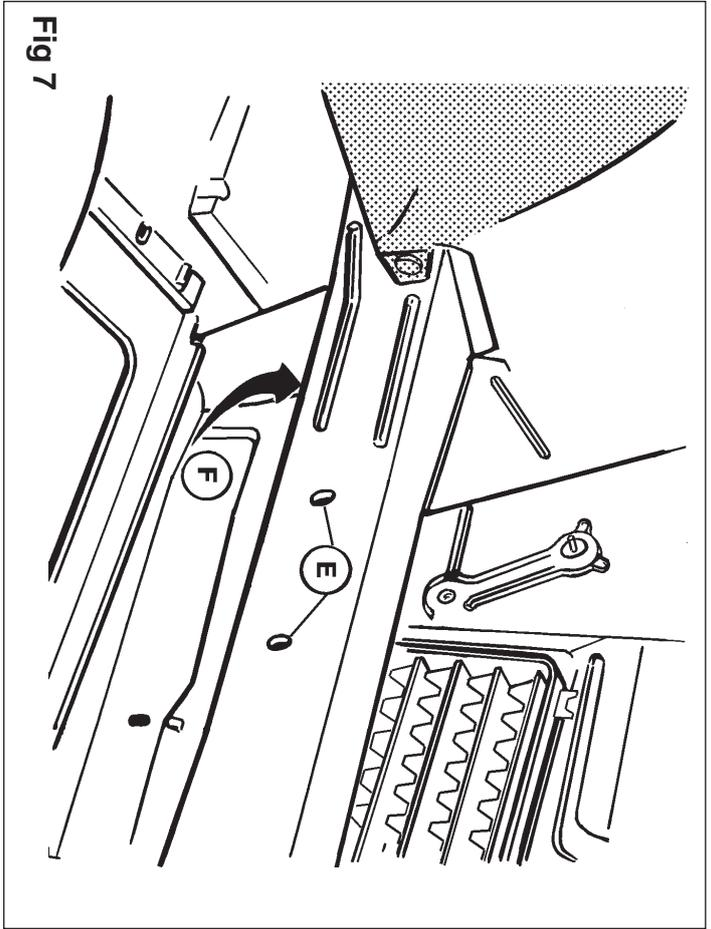
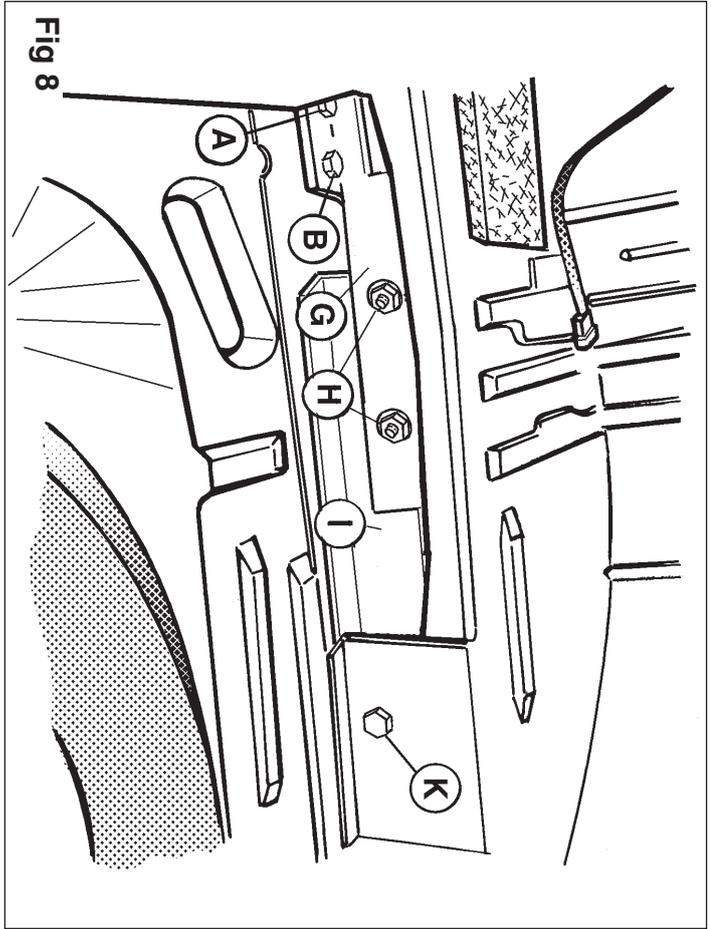
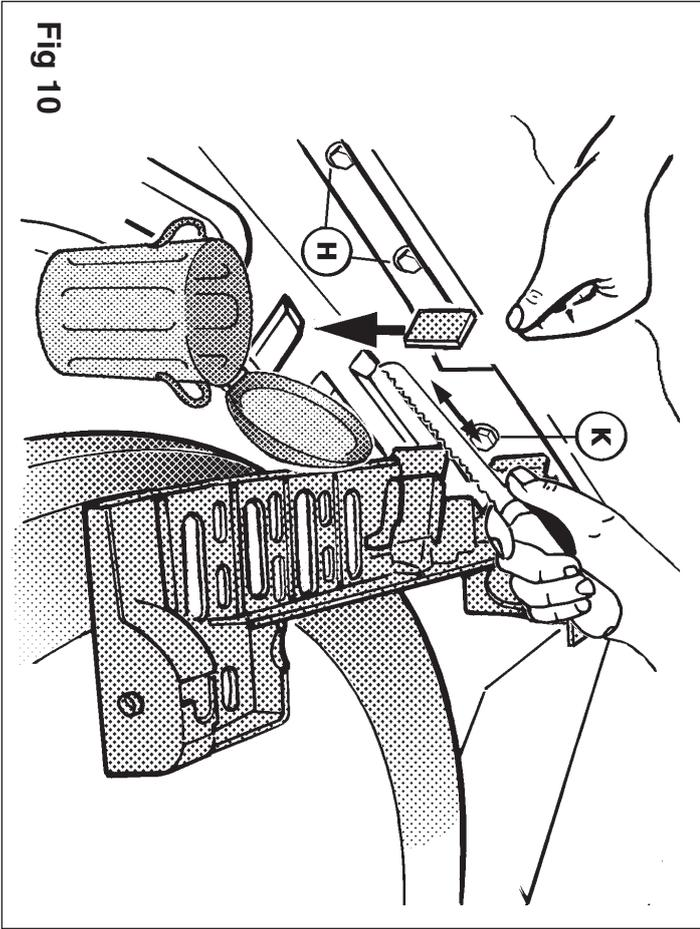
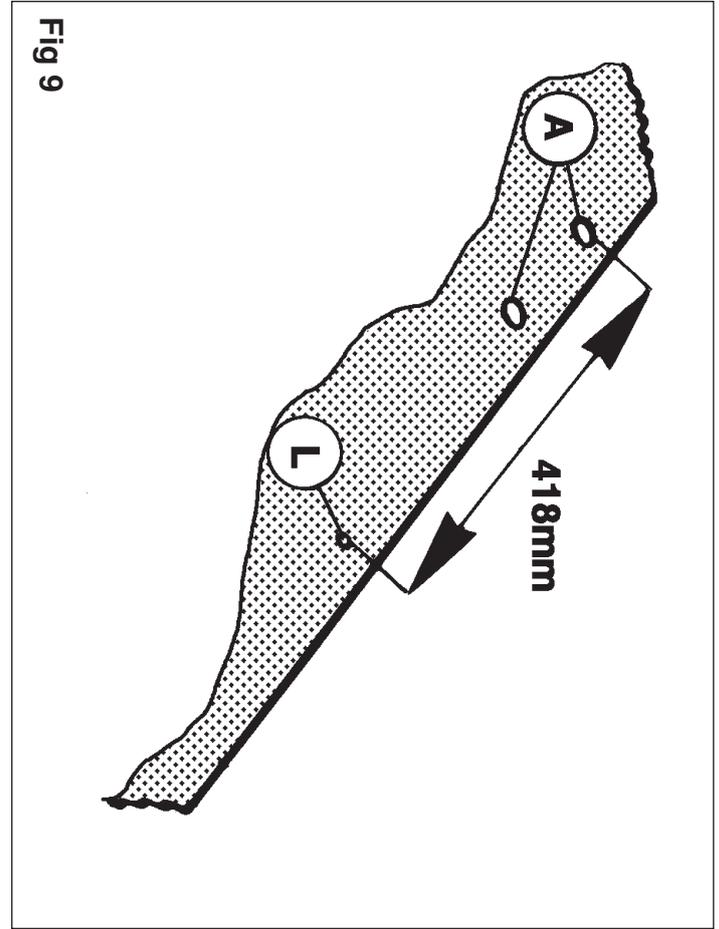

Fig 7
Fig 8
Fig 10
Fig 9
2. Bor fordybningerne, som blev nævnt under punkt 1, 15 mm igennem bunden. Placer spændpladerne C og D ifølge fig.5 og fig.6 i bagagerummet. Monter to bolte M10x35 ved punkterne D, inklusiv planskiver og møtrikker. Monter én bolt M10x35 ved punkt F, inklusiv planskive $\varnothing 25 \times 10,5 \times 4$ og fjederskive ifølge tegningen og fig.7. Anbring spændpladen G i bagagerummet ifølge fig.8. Placer anhængertrækket og monter det ved punkterne A med fire bolte M12x45, inklusiv fjeder- og planskiver samt møtrikker. Bor hullerne H 11 mm igennem. Udmål den angivnelængde på det venstre chassis (på underkanten af bilen) ifølge fig.9, og fjern kittet på dette sted. Bor 11 mm igennem den eksisterende fordybning, som svarer til punkt L på anhængertrækket. Fjern gummiproppen ved punkt K (ved bagagerummet).
3. Placer spændpladen I ifølge fig.8, og monter to bolte M10x35 ved punkterne H, inklusiv planskiver $\varnothing 25 \times 10,5 \times 4$, fjederskiver og møtrikker. Monter to bolte M10x35 ved punkterne L og K, inklusiv spændplader $\varnothing 25 \times 10,5 \times 4$ og fjederskiver. Sav den markerede hage af donkraftholder-
ren ifølge fig.10. Kuglestangen monteres på anhængertrækket med to bolte M12x70/26.2, inklusiv planskiver og selv-låsende møtrikker. Spænd alle bolte og møtrikker ifølge tabellen. Monter de dele, som blev fjernet under punkt 1.
2. Perforar 15mm a través del suelo de fondo las depresiones mencionadas bajo el punto 1. Colocar las contratuercas C y D en el maletero de acuerdo a las figuras 5 y 6. Fijar a la altura de los puntos D dos tornillos M10x35 inclusive arandelas diám.25x10.5x4, anillos resorte y tuercas. Fijar a la altura del punto F un tornillo M10x35 inclusive arandela diám.25x10.5x4 y anillo resorte, de acuerdo al croquis y la fig.7. Aplicar la contratuerca G en el maletero como indica la fig.8. Colocar el gancho de remolque y fijarlo como indica el croquis a la altura de los puntos A, usando cuatro tornillos M12x45 inclusive anillos resorte, arandelas y tuercas. Perforar 11mm los orificios H. Medir en el chasis izquierdo (parte inferior del vehículo) la medida indicada de acuerdo a la fig.9 y retirar la cola que se encuentra en este lugar. Perforar 11mm la depresión existente en este lugar, correspondiente con el punto L del gancho de remolque. Retirar el tapón de caucho a la altura del punto K (en el lado del maletero).
3. Colocar la contratuerca I de acuerdo a la fig.8 y fijar a la altura de los puntos H dos tornillos M10x35 inclusive arandelas diám.25x10.5x4, anillos resorte y tuercas. Fijar a la altura de los puntos L y K dos tornillos M10x35 inclusive arandelas diám.25x10.5x4 y anillos resorte. Serrar como indica la fig.10 la lengüeta indicada del soporte del gato. La barra de bola se monta en el gancho de remolque usando dos tornillos M12x70/26.2 inclusive arandelas y tuercas de seguridad. Apretar todos los tornillos y tuercas según los puntos indicados en la tabla. Volver a colocar lo retirado bajo punto 1.
2. Przewiercić przez podłogę otwory wiertłem 15mm, a w następnej kolejności przyłożyć elementy kontruujące C i D w bagażniku i skrócić. W punktach D zastosować dwie śruby M 10x35 oraz podkładki płaskie 25x10,5x4 i sprężynowe. W punkcie F zastosować jedną śrubę M10x35 oraz podkładkę płaską 25x10,5x4 i sprężynową. Przyłożyć hak holowniczy od spodu pojazdu i skrócić w punktach A za pomocą czterech śrub M12x45 stosując jednocześnie podkładki płaskie i sprężynowe. Otwory H przewiercić wiertłem 11mm. Rys.9 pokazuje w jakiej odległości należy szukać oryginalnych punktów pod masą zabezpieczającą przed korozją z lewej strony od spodu pojazdu.
3. Wzmocnienie I rys.8 przyłożyć, a następnie skrócić w punktach H za pomocą dwóch śrub M10x35 jednocześnie stosując podkładki płaskie 25x10,5x4. W punktach L i K zastosować dwie śruby M10x35 oraz podkładki płaskie 25x10,5x4 i podkładki sprężynowe. Kolejną czynność należy wykonać według rys.10 (wyciąć element w plastikowej obudowie pojemnika na podnośnik)